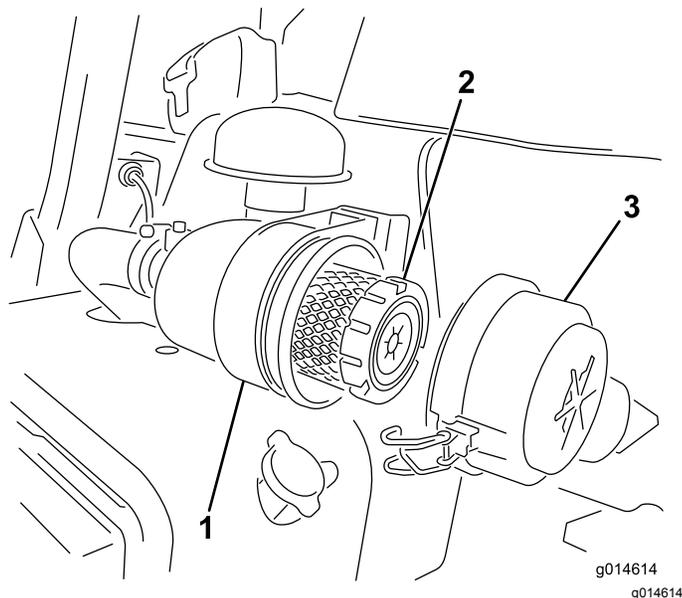

图44
1. 松开将空气滤清器盖固定到空气滤清器壳体上的门锁图44。
6. 固定搭扣 (图44)。